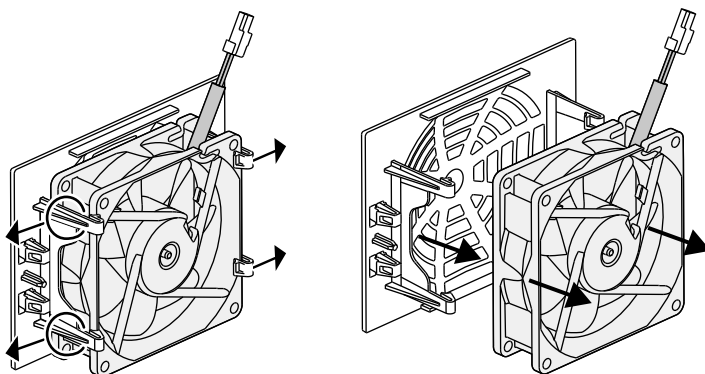

Abb. 55: Demontage Lüftergitter
5. Der Lüfter kann zusätzlich noch vom Lüftergitter abgezogen werden. Dazu Befestigungslaschen leicht nach außen drücken und Lüfter abziehen.  **Abb. 55**